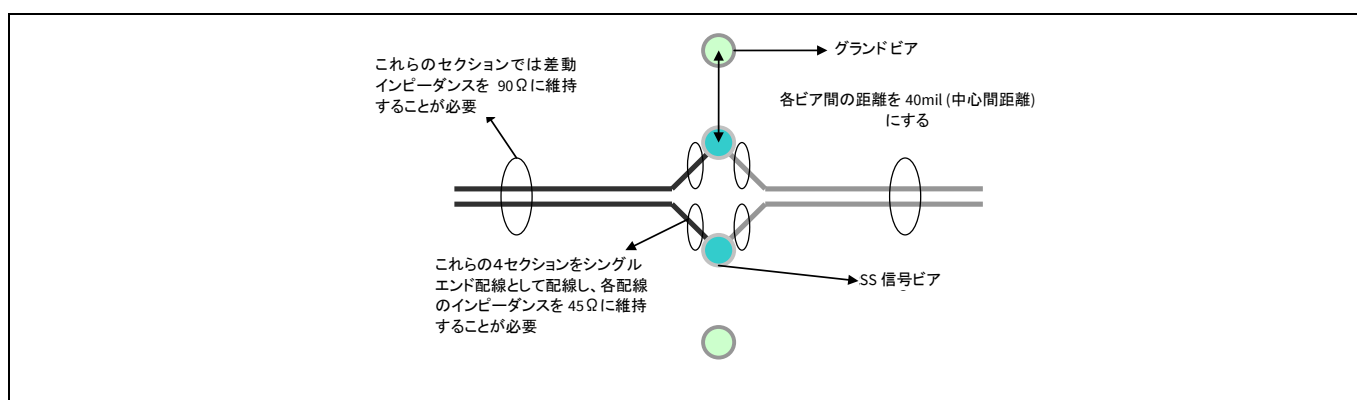

**Figure 23** シングルアークルーティング
- 長さのマッチングには、シングルアークルーティングとサーペンタインルーティングのさまざまなルーティング方法があります。シングルアークルーティングとサーペンタインルーティングについては、それぞれ Figure 23 と Figure 24 を参照してください。